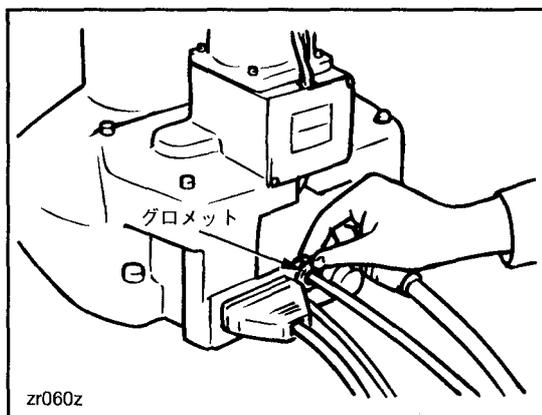

図5-77
③延長ケーブルのグロメットをコネクタレートの切り欠き部にはさみ込みカバーを本体に取り付けてください。(図5-77)